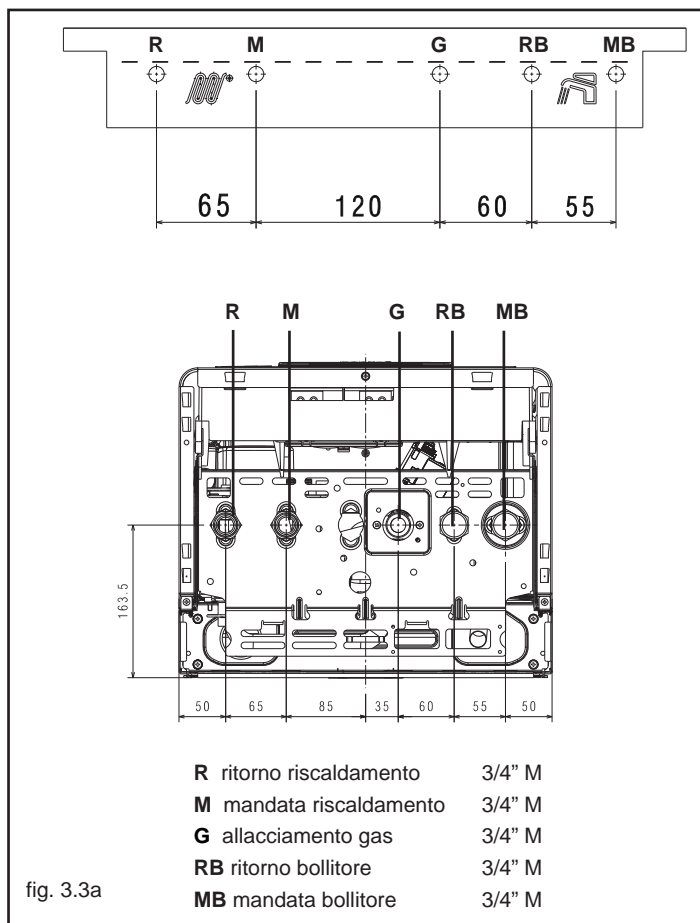

fig. 3.3a
Inverno: ruotando il selettore di funzione all'interno dell'area contraddistinta con + e - (fig. 3.1b) la caldaia fornisce acqua calda riscaldamento e, se collegata a un bollitore esterno, fornisce acqua al bollitore per consentire la preparazione dell'acqua calda sanitaria. In caso di richiesta di calore, la caldaia si accende, il visualizzatore digitale indica la temperatura dell'acqua di riscaldamento, l'icona di funzionamento in riscaldamento e l'icona fiamma (fig. 3.2a). In caso di richiesta di acqua calda sanitaria, il visualizzatore (2) indica la temperatura dell'acqua sanitaria, l'icona di funzionamento in sanitario e l'icona fiamma (fig. 3.3a).
Estate attiva solo con bollitore esterno collegato: ruotando il selettore sul simbolo estate  (fig. 3.1a) si attiva la funzione tradizionale di solo acqua calda sanitaria, la caldaia fornisce acqua ad una temperatura imposta sul bollitore esterno. In caso di richiesta di acqua calda sanitaria, il visualizzatore indica la temperatura dell'acqua sanitaria, l'icona di funzionamento in sanitario e l'icona fiamma (fig. 3.3a).